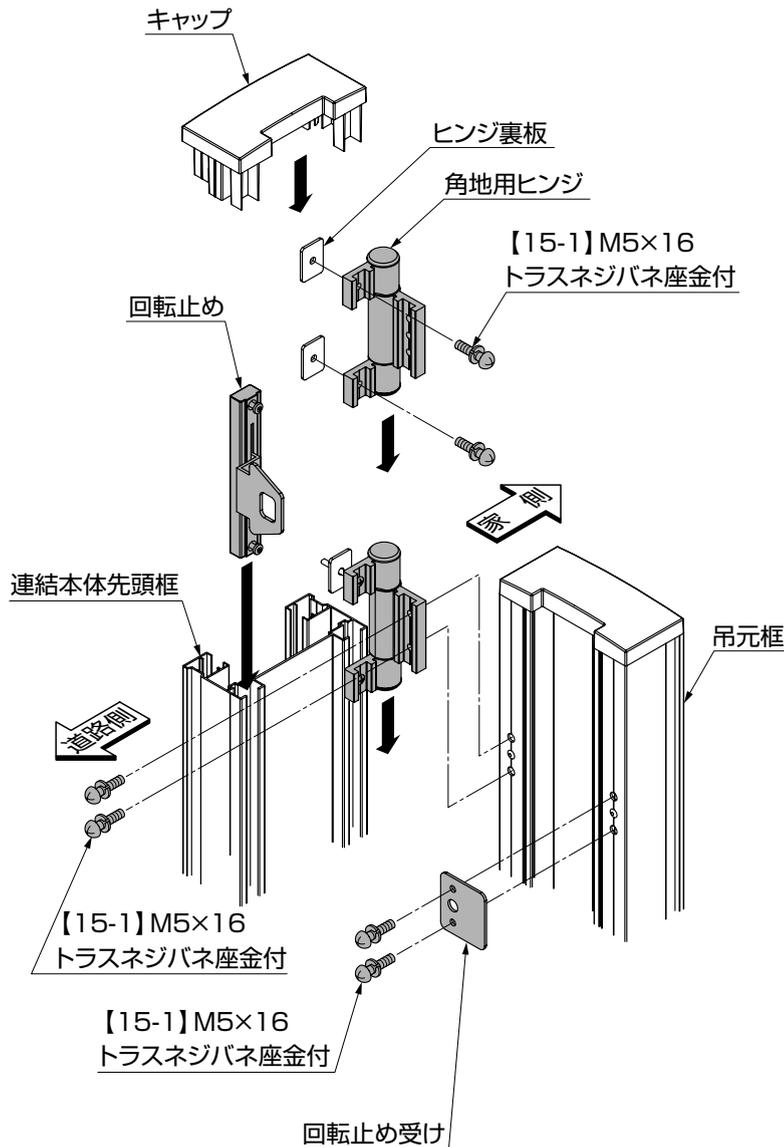

図6-3
- ① 連結本体先頭框のキャップを上へ引上げてはさずしてください。
- ② 連結本体先頭框の家側のスリット部分に角地用ヒンジを2個挿入し、吊元框に固定してください。（図6-3参照）
- ③ 連結本体先頭框の上端と吊元框の上端を合わせ、連結本体先頭框に【15-1】で固定してください。（図6-3参照）
- ④ 回転止め受けを吊元框の道路側に取り付けてください。（図6-3参照）
- ⑤ 回転止めを連結本体先頭框の道路側スリットに挿入してください。
- ⑦ ①で外した連結本体先頭框のキャップを取り付けてください。（図6-3参照）